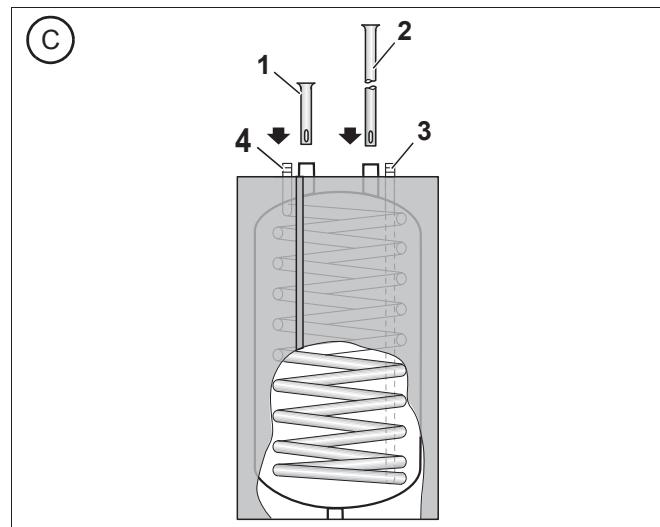

Рис. 10 Установка погружных труб (подключение сверху)
- ▶ Вставьте короткую погружную трубу сверху в AW (рис. 10, [1]).
- ▶ Вставьте длинную погружную трубу сверху в EK (рис. 10, [2]).